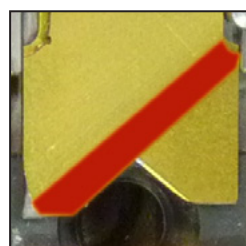

Figura 8.2 Posizione di montaggio della lama di spellatura
- ▶ Rimuovere le viti (1).
- ▶ Sostituire le lame di spellatura (2).
- ▶ Montare ciascuna coppia di lame in modo che i bordi smussati siano rivolti verso l'esterno (vedere Figura 8.2).